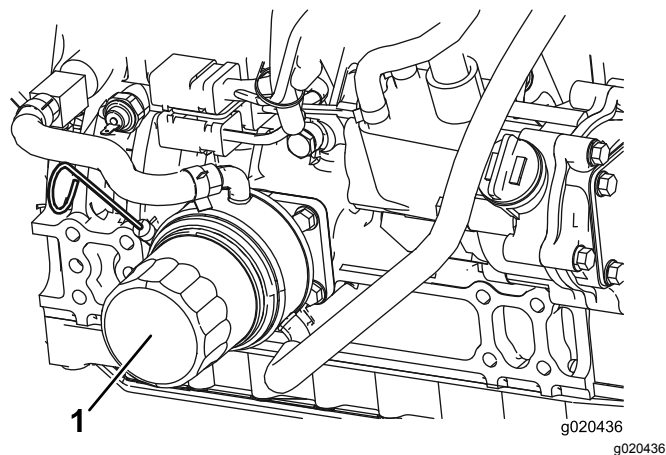

図 34
2. オイルフィルタ図 34を外す。新しいフィルタのシールに薄くエンジンオイルを塗って取り付け。締めすぎないように注意すること。